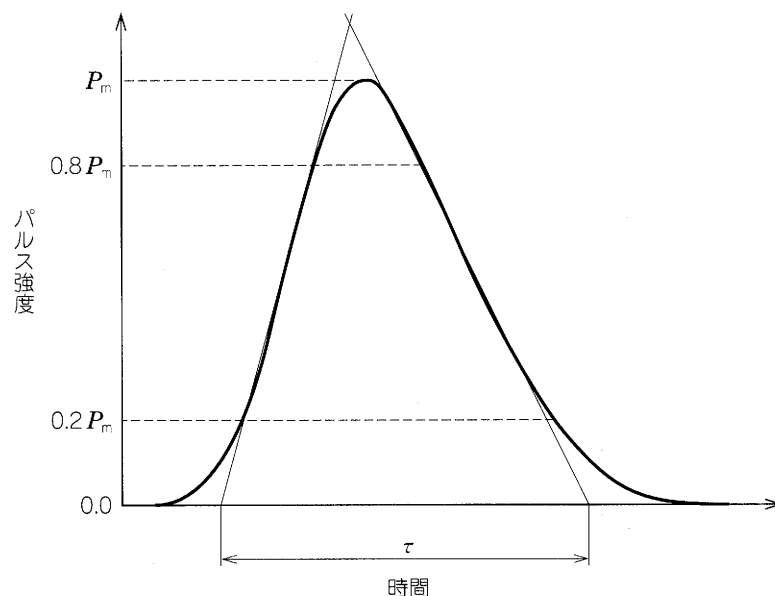

図1 実効パルス幅の定義の説明図
- a) 実効パルス幅(τ) (Effective pulse width) 測定回路と同じ応答性でレーザパルスの強度に比例した量を出力させ、レーザパルスの最大強度を P_m とし、 $0.2 \sim 0.8 P_m$ 間で直線近似し、レーザパルスは立ち上がりと下がりで二つの直線を引き、これら二つの直線をレーザパルスの強度が零のところに外挿してできる時間差(図1参照)。